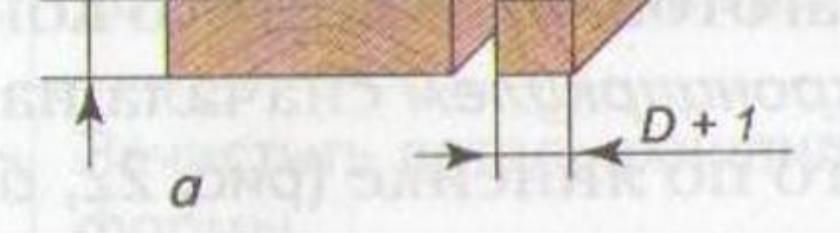

Рис. 1, а
- Перед изготовлением детали круглого сечения из бруска производят ее разметку. Для этого на торцах заготовки пересечением диагоналей находят центр и циркулем описывают вокруг него окружность радиусом, равным 0,5 диаметра заготовки (рис. 1,б)